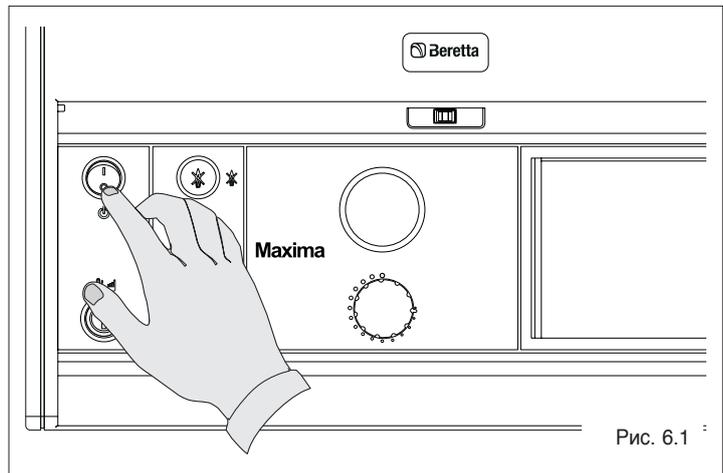

Рис. 6.1
- Отключите электропитание, установив главный выключатель на панели управления в положение (0) "выключено" (Рис. 6.1)